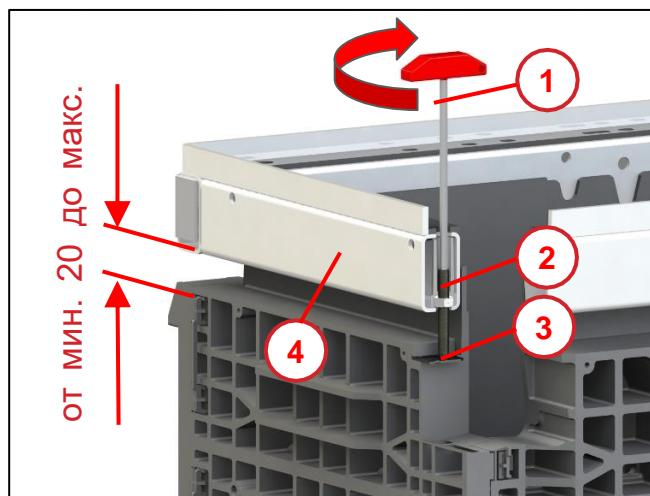

Рис. 37
регулировки высоты, настроенные ранее, продавить через еще не затвердевший сухой раствор (3), пока они снова не встанут на опору из листового металла (см. Рис. 37, поз. 3).